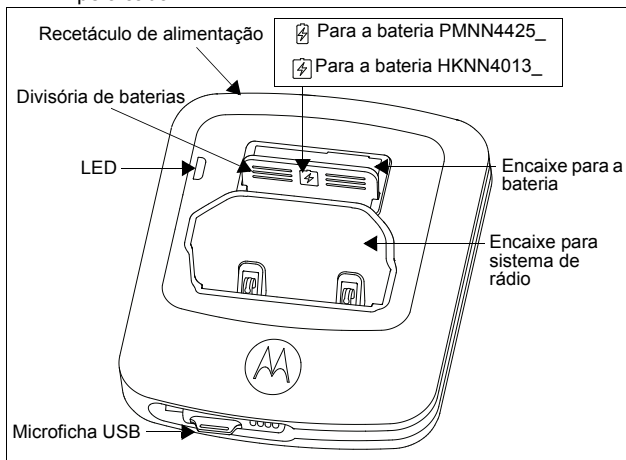

Figura 1: Carregador Tri-Unit
- a. Puxe a divisória de baterias para fora, rode-a de acordo com o tipo de bateria que pretender carregar e volte a encaixá-la na ranhura. (Consulte a Figura 1).